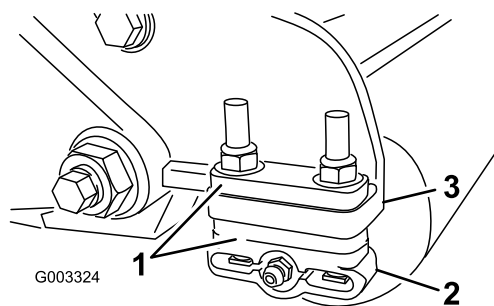

Figura 11
1. Regolate le staffe del rullo posteriore (Figura 11) in base all'altezza di taglio desiderata posizionando il numero di distanziali necessari sotto la flangia di montaggio della piastra laterale (Figura 11) conformemente **Tabella altezza di taglio** (pagina 10).